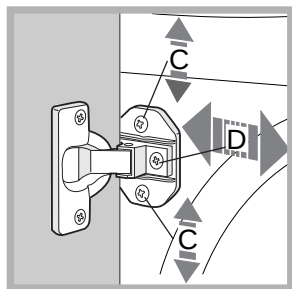

Fig. 7
- Per regolare la posizione del pannello in legno in senso verticale ed orizzontale, agire sulle viti C e D come indicato in fig. 7.